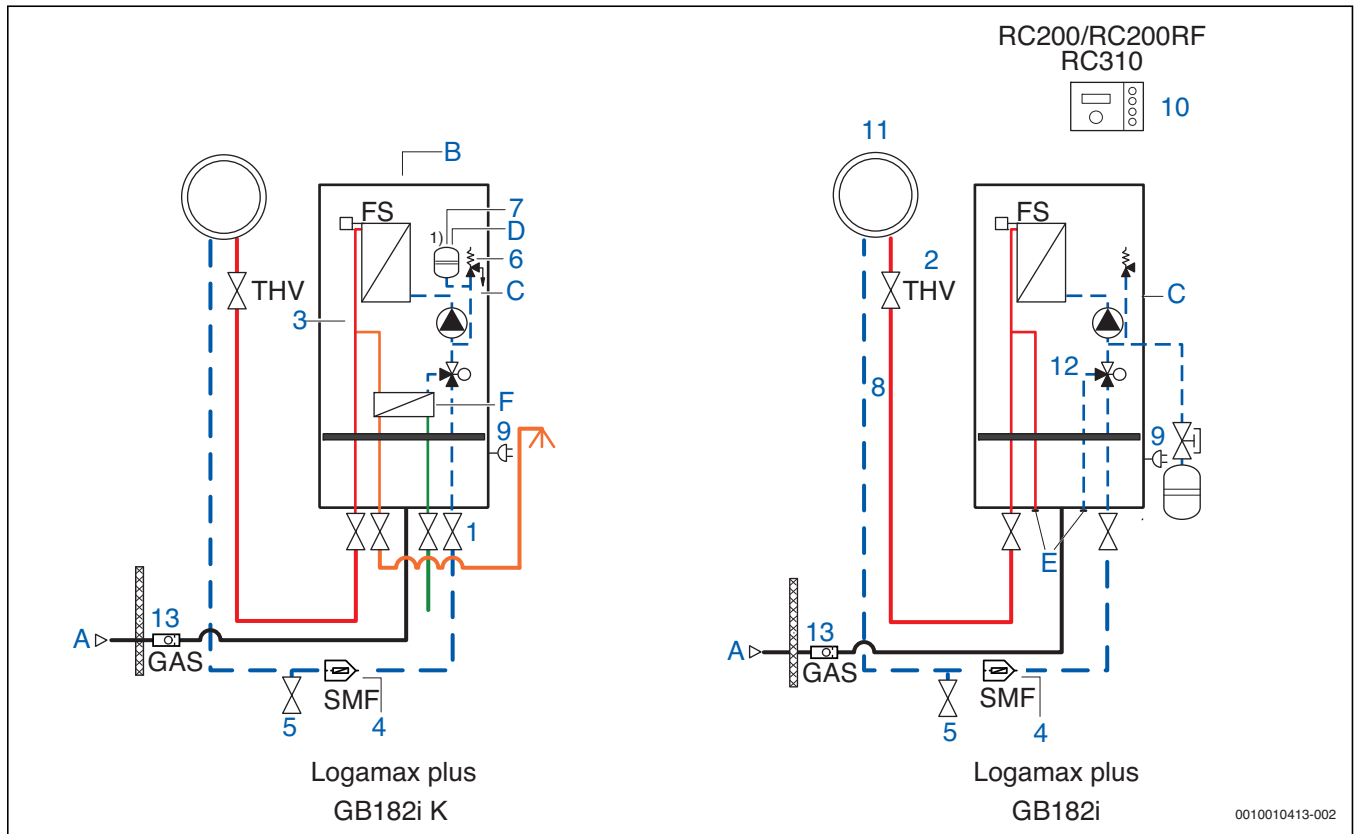

Bild 46 Hydraulik Logamax plus GB182i K und GB182i (Planungshinweise → Tabelle 19, Seite 43)
Tab. 19 Hinweise zum Musterschaltbild (→ Bild 46, Seite 46) für alle Anlagen Logamax plus GB182i (K)